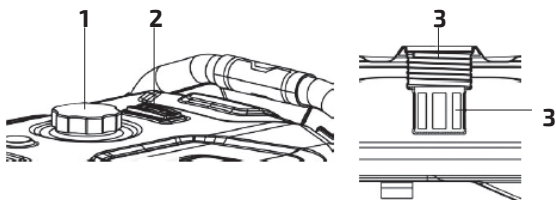

Рис. 11. Проверка уровня топлива
- Проверить показания индикатора уровня топлива (2) (рис. 11).
- Если уровень топлива низкий, снять крышку топливного бака (1).
- Проверить сетчатый фильтр (4). Если сетчатый фильтр загрязнен, очистить его (см. пункт «Очистка крышки топливного бака и сетчатого фильтра» в разделе «Техническое обслуживание»).
- После заправки топливом установить крышку топливного бака (1).
- Запрещается заправлять топливный бак выше линии заполнения (З) (см. рис. 11).